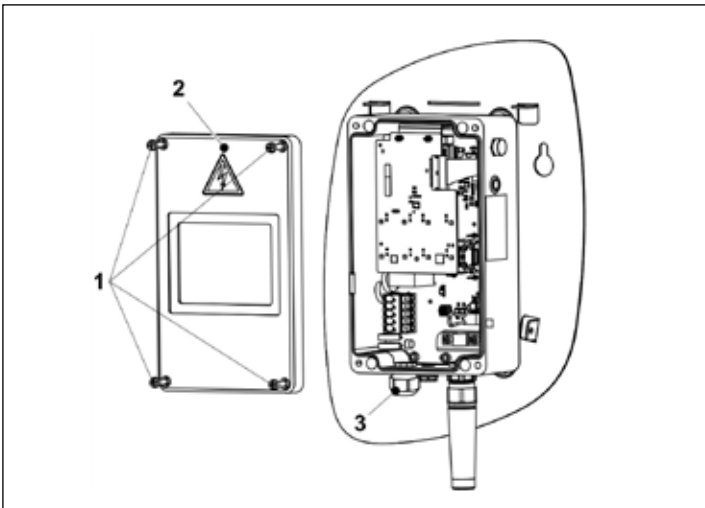

Abbildung 3: e.GO Wallbox home, geöffnetes Elektronikgehäuse
1. Die vier Schrauben (Abb. 3/1) lösen und den Deckel des Elektronikgehäuses (Abb. 3/2) abnehmen.
2. Die Kabelverschraubung ESKV25 (Beipackzubehör) mit dem dazugehörigen Dichtring EADR25 (Beipackzubehör) in das Elektronikgehäuse einschrauben (Abb. 3/3) und festziehen (ca. 8 Nm).
8. Den Deckel des Elektronikgehäuses (Abb. 3/2) aufsetzen und die vier Schrauben festziehen (2,5 Nm).